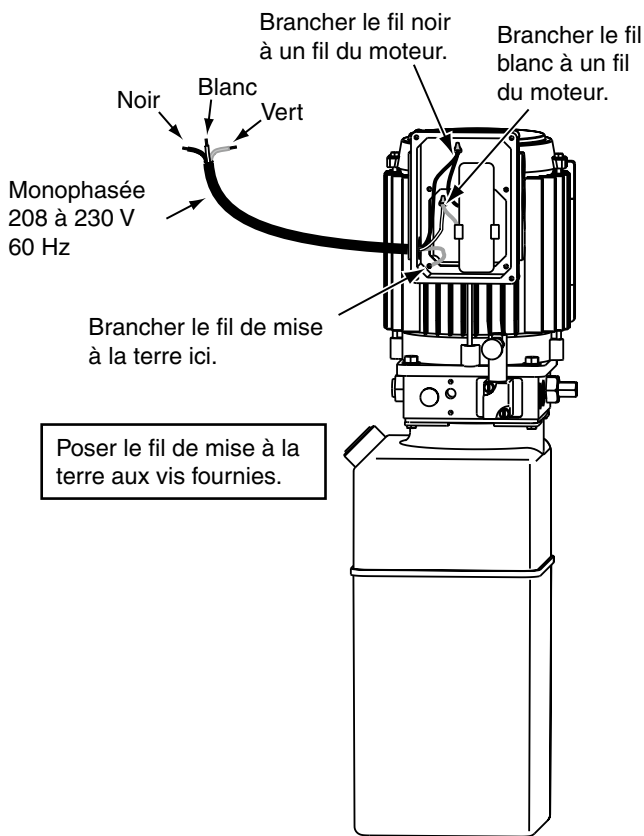
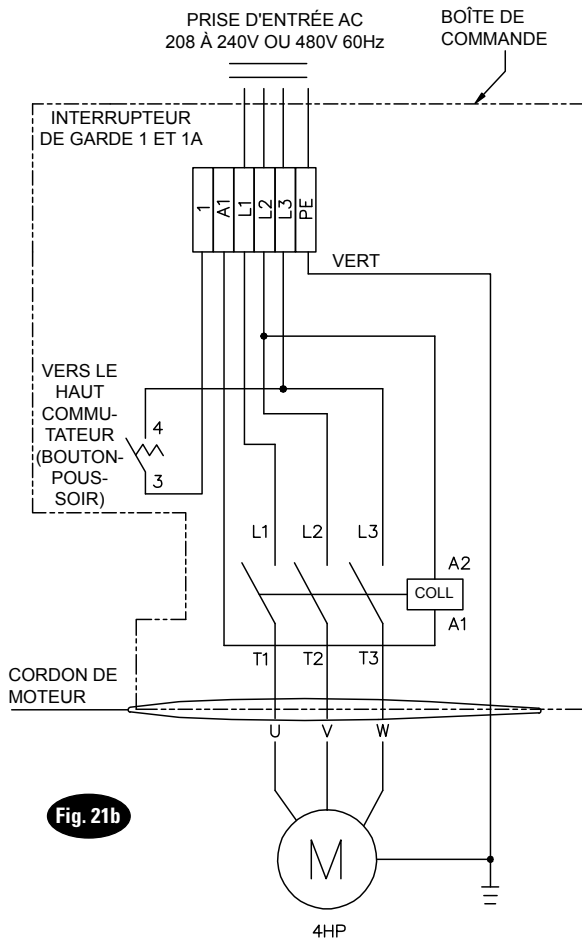

Fig. 20
Fig. 21b
- 11. **Électricité** : Demander à un électricien certifié de poser le câblage d'alimentation électrique approprié au moteur, Fig. 20, Fig. 21, et Fig. 21b. Câbler avec un fil pour un circuit de 20 A. Voir le tableau de données de fonctionnement du moteur.
IMPORTANT Utiliser des circuits séparés pour chaque unité d'alimentation. Protéger chaque circuit avec un fusible à action lente ou un disjoncteur. Pour une tension monophasée de 208 à 230 V, utiliser un fusible de 20 A. Pour une tension triphasée de 208 à 240 V, utiliser un fusible de 15 A. Pour une tension triphasée de 400 V et plus, utiliser un fusible de 10 A. Pour le câblage triphasé, voir la Fig. 21 et Fig. 21b. Tous les circuits doivent être conformes à la norme NEC (Code électrique national) et aux codes électriques locaux.